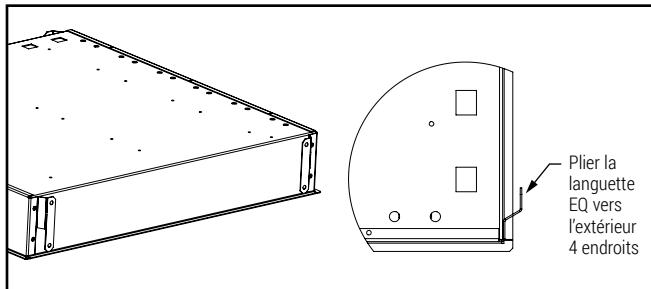

Figure 2.
5. Plier les languettes EQ vers l'extérieur aux quatre coins du luminaire pour permettre l'installation dans la grille en T. (figure 2).